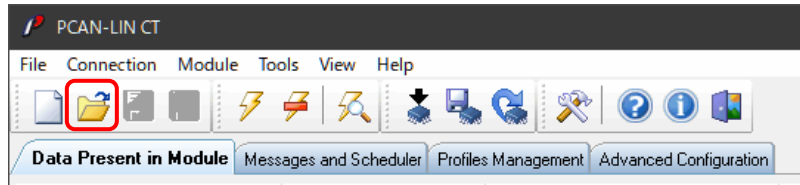

図 5.1-2
**Open** アイコンをクリックします (図 5.1-2 参照)。